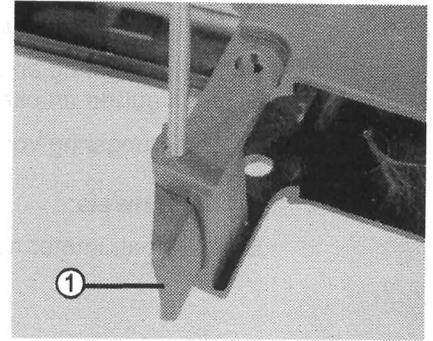

Bild 38 Magazinhalter wechseln
- ⇒ Zylinderstift mit Durchtreiber nach unten austreiben (Bild 38).